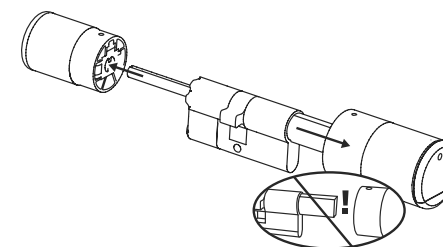

Fig. 3
③ Estrarre completamente la manopola esterna e portare quella interna il più indietro possibile (Fig. 3).